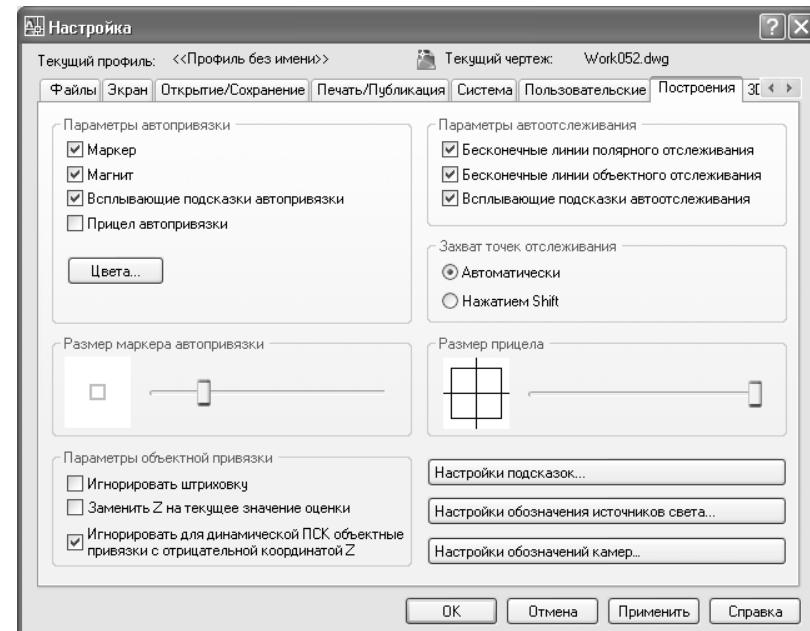

Рис. 5.50 ▼ Вкладка **Построения** (Drafting) диалогового окна **Настройка** (Options)
3. Не щелкая на кнопке **OK**, щелкните на кнопке **Настройка** (Options), которая находится в левом нижнем углу окна **Режимы рисования** (Drafting Settings). В открывшемся окне **Настройка** (Options) перейдите, если нужно, на вкладку **Построения** (Drafting) (рис. 5.50). Если хотите, можете с помощью бегунка **Размер маркера автопривязки** (AutoSnap Marker Size) изменить размер этого маркера (впрочем, в подавляющем большинстве случаев во внесении подобных изменений нет особой необходимости). Убедитесь в том, что флагки **Маркер** (Marker), **Магнит** (Magnet) и **Всплывающие подсказки автопривязки** (Display AutoSnap tooltip) установлены, а флагок **Прицел автопривязки** (Display AutoSnap aperture box) сброшен, а затем щелкните на кнопке **OK** для возврата в диалоговое окно **Режимы рисования** (Drafting Settings).